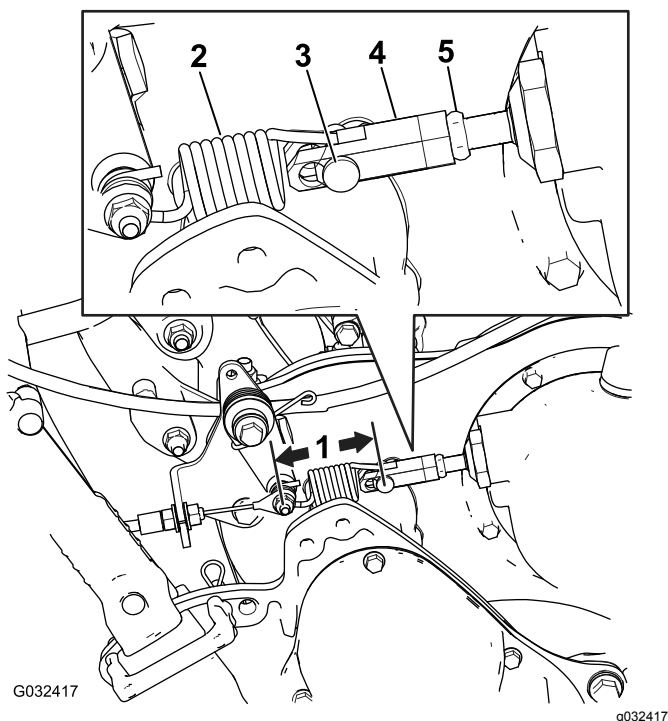

Bild 48
2. Messen Sie den Abstand zwischen den Stiften auf beiden Seiten der Fahrtriebssteuerfeder (Bild 48). Wenn dieser unter 7,6 cm liegt, stellen Sie die Kupplung mit den folgenden Schritten ein.
- B. Lösen Sie die Klemmmutter an der Spannschraube und entfernen Sie den Lastösenbolzen, wobei Sie die Feder von der Spannschraube trennen. (Bild 48).
- F. Messen Sie den Abstand zwischen den Stiften auf beiden Seiten der Fahrtriebssteuerfeder (Bild 48). Wiederholen Sie die Schritte A bis F, bis der Abstand zwischen 7,3 cm und 7,6 cm liegt.